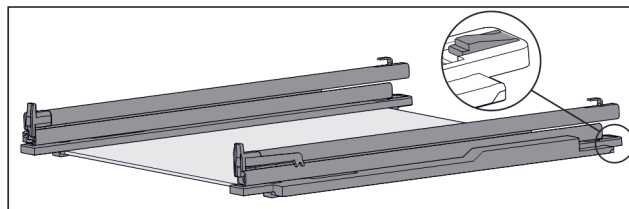

Fig. 126 Скляна пластина з рейками та деталями для підтримки
- ▶ Деталь для підтримки натиснути вниз (див. Fig. 126) і одночасно посунути рейку назад.